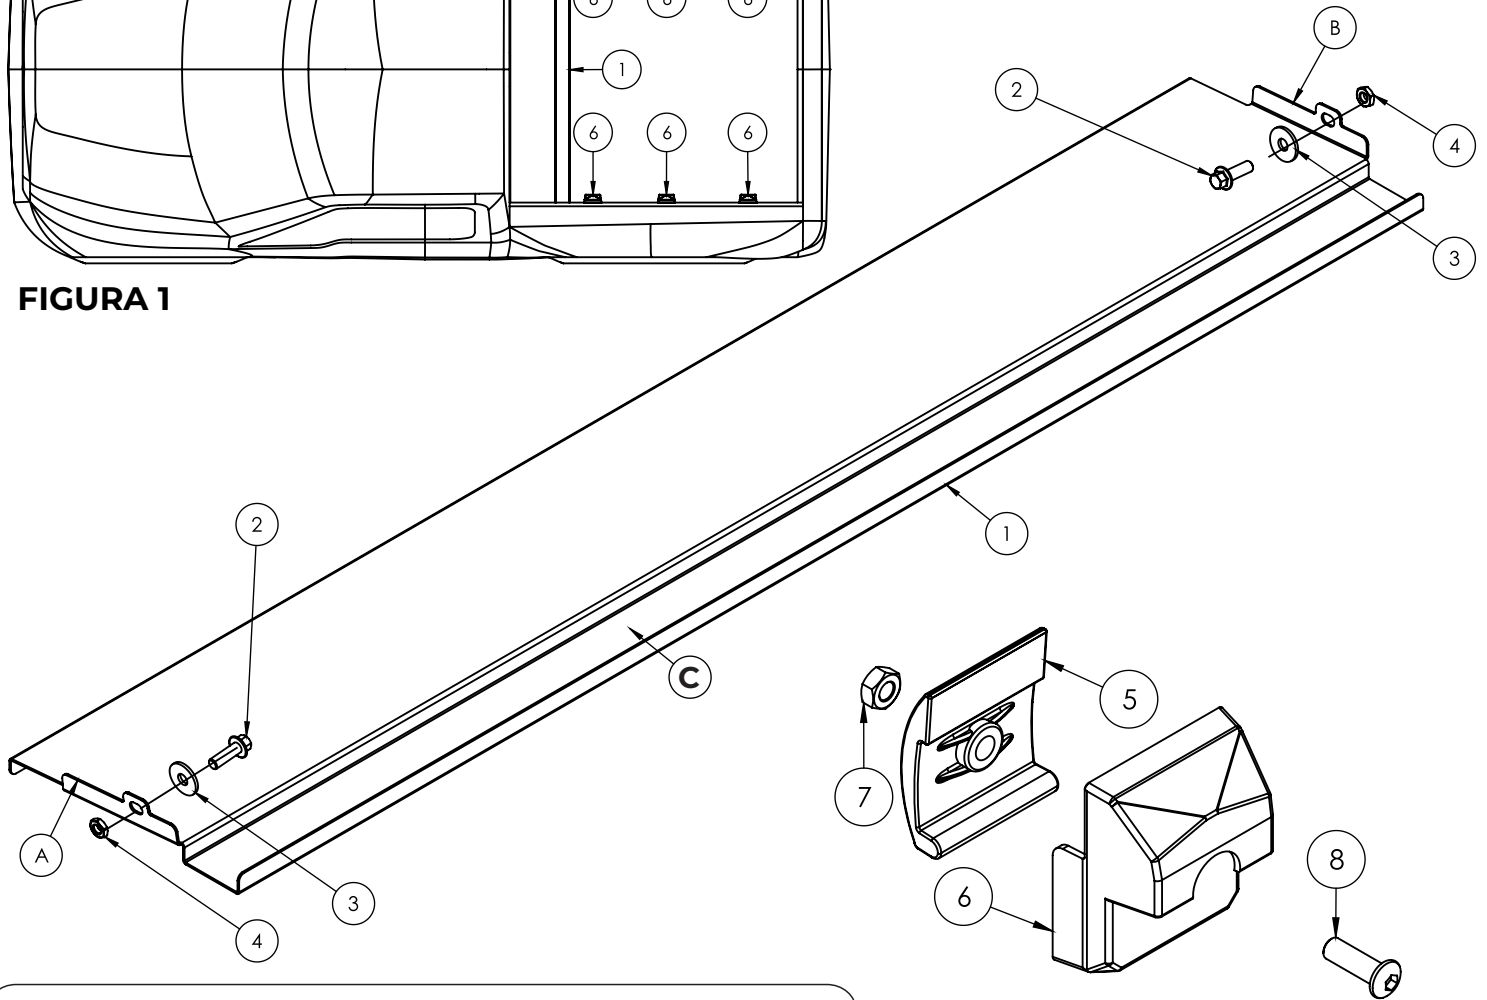

FIGURA 2
- 5.- Ubique los anclajes plásticos como es indicado en la **Figura 2** y asegúrese que coincida con las manijas de cierre de cada falange de la tapa.